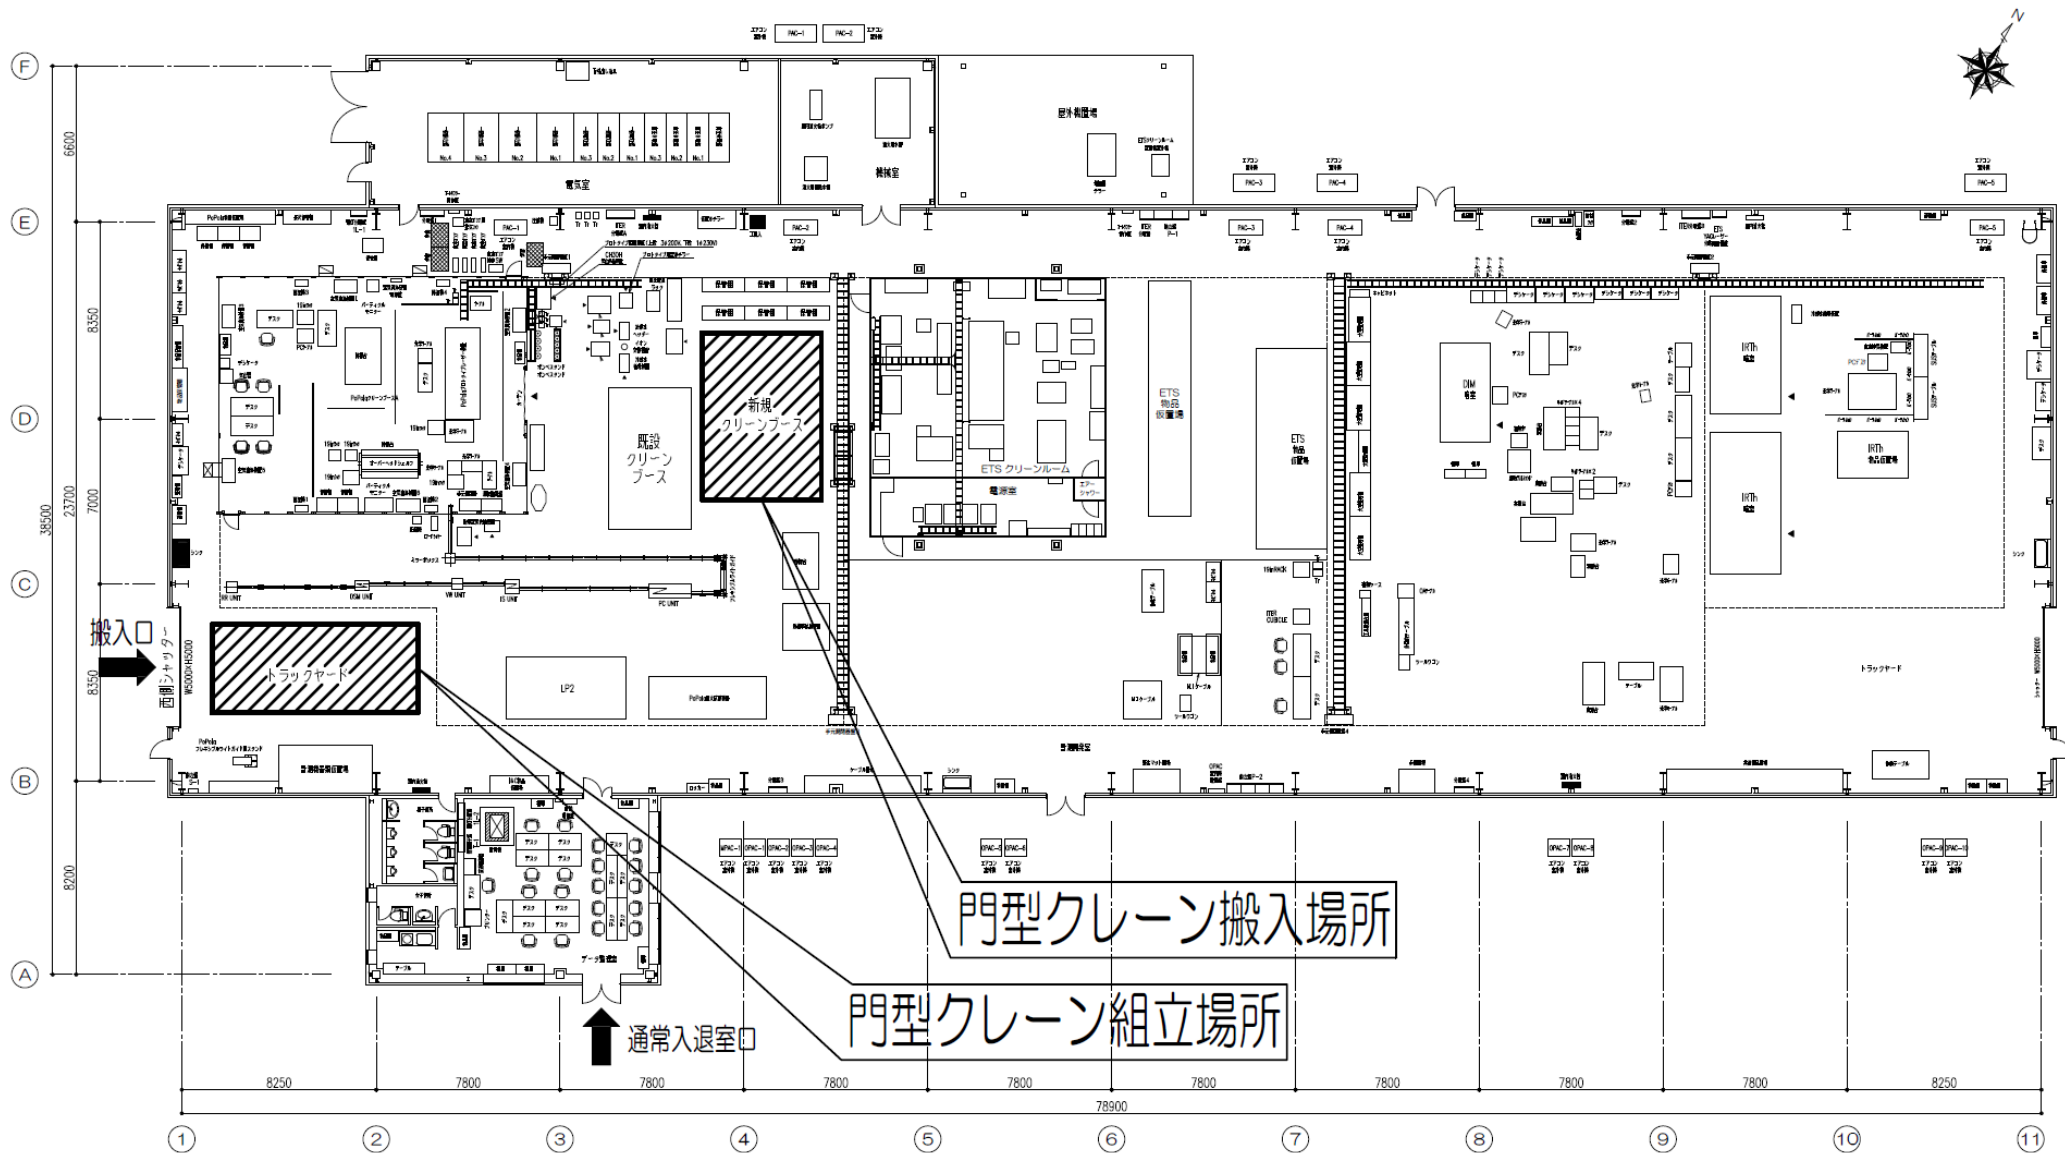

図 1 先進計測開発棟内門型クレーン組立作業場所
2.4 項に現地作業に係る一般事項と安全管理を示し、図 1 に作業場所を示す。